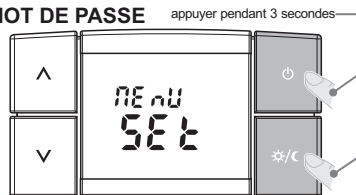

fig. 39
- Depuis le fonctionnement normal du thermostat, pour insérer un mot de passe, appuyer sur les touches  et  pendant 3 secondes pour accéder au « **MENU DE PROGRAMMATION** » (fig. 39).
- L'écran affichera pendant quelques secondes l'inscription **ME nU Set** (fig. 39).